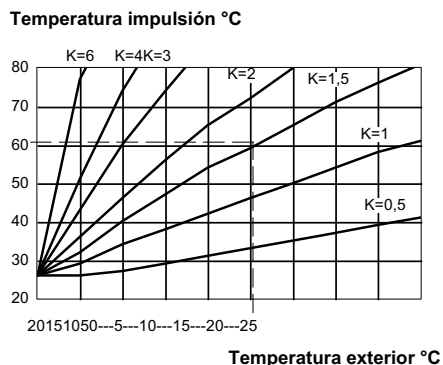

Fig. 5.37
Quando se instala la sonda externa, es necesario ajustar este parámetro en función del rendimiento de la instalación de calefacción para optimizar la temperatura de impulsión (Fig. 5.37).
Ej.: para obtener una temperatura de impulsión a la instalación de calefacción de $60\text{ }^{\circ}\text{C}$ con una temperatura exterior de $-5\text{ }^{\circ}\text{C}$, se debe ajustar un K de 1,5 (línea discontinua en la Fig. 5.37).
- Para ajustar el coeficiente K, indicado en la Fig. 5.37 es necesario entrar en el modo de programación pulsando durante 15 segundos el botón de restablecimiento 4, mostrado en la Fig. 5.38 hasta que aparezca el parámetro P01 en la pantalla LCD; la pantalla LCD mostrará la siguiente visualización (la secuencia P01 se alterna con -- -- --).
- Ajuste el valor girando el mando 2 de la Fig. 5.39 desde un mínimo de 30 (la secuencia P15 se alterna con 30) hasta un máximo de 255 en función de la curva elegida para el coeficiente K en la Fig. 5.37